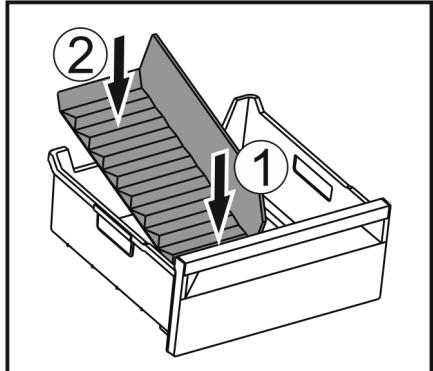

Fig. 147
- Установите переднюю часть разделителя отделения для льда. Fig. 147 (1)
- Опустите заднюю часть разделителя отделения для льда на дно выдвижного ящика. Fig. 147 (2)